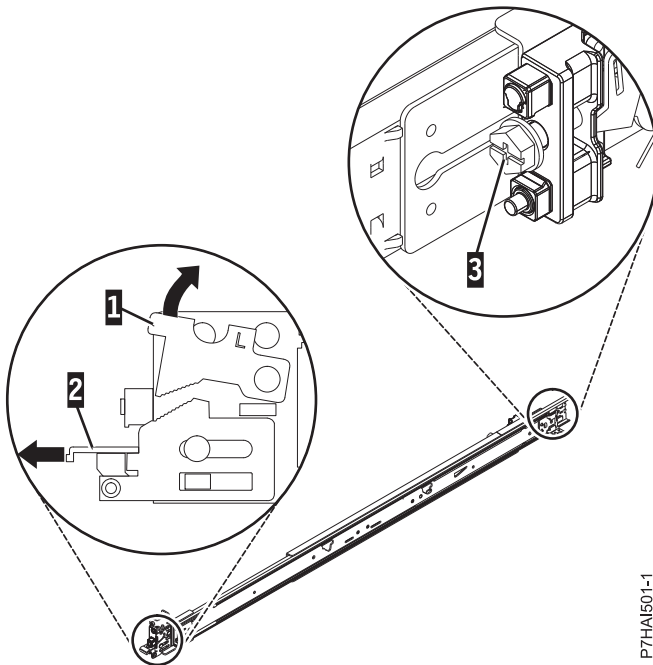

図 19. 前部ラッチを開いて後部のねじを取り外す
2. 前面のロッキング・タブ **(1)** を押し上げて、レールの前部にある前面ラッチ **(2)** を引き出します。次に、レール **(3)** の後部からねじを取り外します。詳しくは、図 19を参照してください。